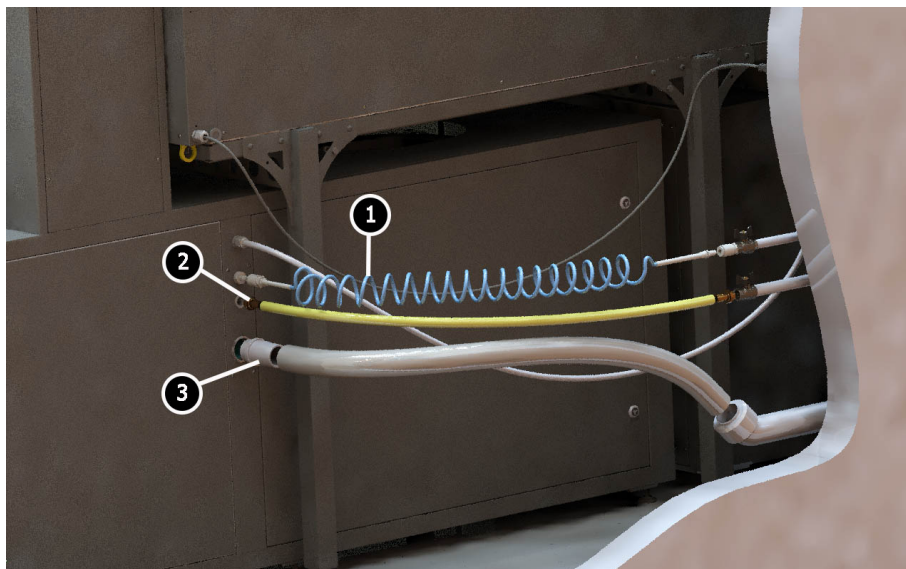

Рисунок 22. Під'єднання комунікацій
8. Підключіть комунікації див. рис. 22:
– Джерело стисненого повітря за допомогою шланга повітряного спірального (поз. 1 рис. 22).